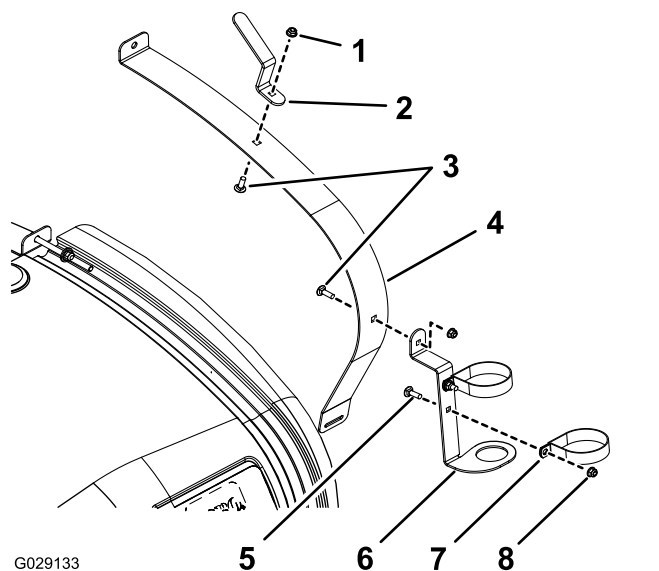

Figura 1
- Pentru modelele Multi Pro 1750 i Multi Pro 5800, slăbiți colierul frontal drept (Figura 1).
2. Montai clemele R, consola pistolului de pulverizare i cârligul pentru furtun conform indicațiilor din Figura 1 sau Figura 2 cu ajutorul unui urub de fixare, unei aibe plate i unei piulie cu guler.